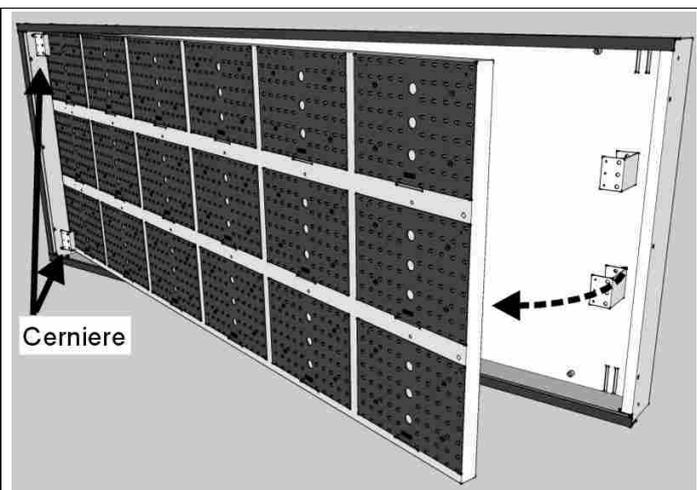

Fig. 13: Apertura del supporto delle schede LED
5. Ruotare il supporto dove sono fissate le schede LED (Fig. 13) facendo perno sulle cerniere del lato sinistro.